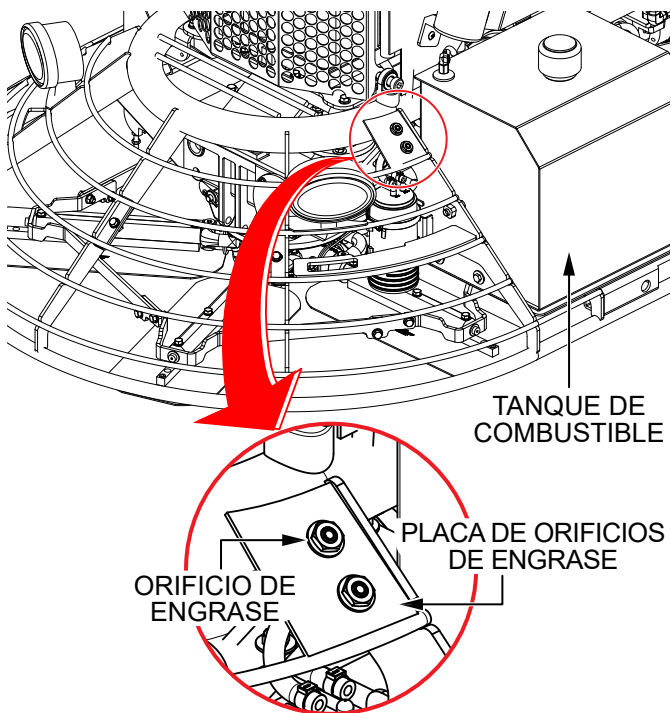

Figura 37. Lubricación de los cojinetes de las chumaceras
1. Localice la placa de orificios de engrase (Figura 37) en la parte trasera de la alisadora, justo a la izquierda del tanque de combustible. Estos dos orificios de engrase se usan para lubricar los cojinetes de las chumaceras.